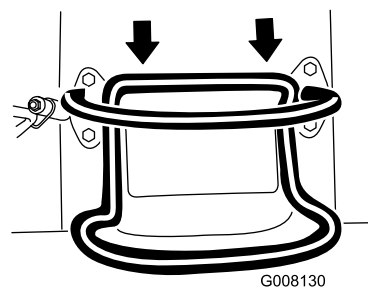

Bild 9
- Bewegen Sie den Fahrtriebshebel nach hinten, um rückwärts zu fahren (Bild 9).